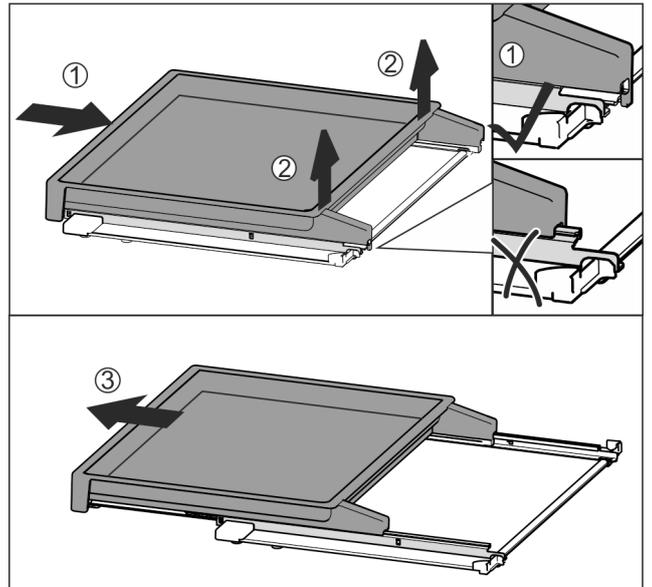

Fig. 36
- ▶ Auszugsbord vollständig einschieben *Fig. 36 (1)*.
- ▶ Verrastung an hinterer Seite lösen *Fig. 36 (2)*.
- ▶ Auszugsbord nach vorne herausnehmen *Fig. 36 (3)*.